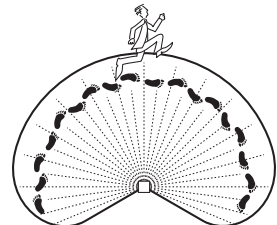

Figura 8
3. Camine por el área de cobertura y note dónde está usted cuando las luces se encienden. Además, la LED roja detrás de la lente del detector de movimiento destellará varias veces cuando se detecta movimiento (vea la Figura 8).
5. Si es necesario, sujete suavemente los cabezales de la lámpara (A) y muévalas de lado a lado o de arriba hacia abajo para ajustar el área de cobertura de la luz.